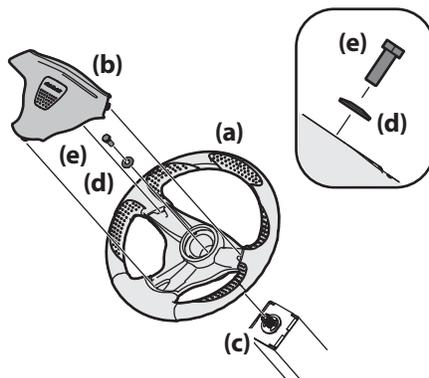

Figure 2-7
- La quincaillerie qui sert à fixer le volant de direction (a) se trouve sous le couvercle du volant de direction (b). Soulevez soigneusement le couvercle (b) pour retirer la quincaillerie. Voir Figure 2-7.